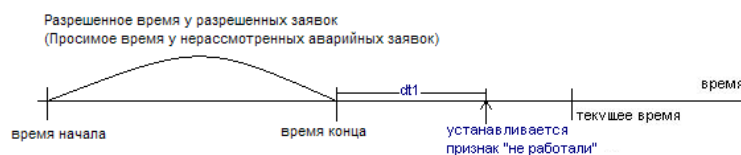

Рисунок 7.69 – Расчет признака «не работали»
- нерассмотренным аварийным заявкам, у которых прошло заданное настройкой `dt1` количество часов после конца просимого времени (Рисунок 7.69).